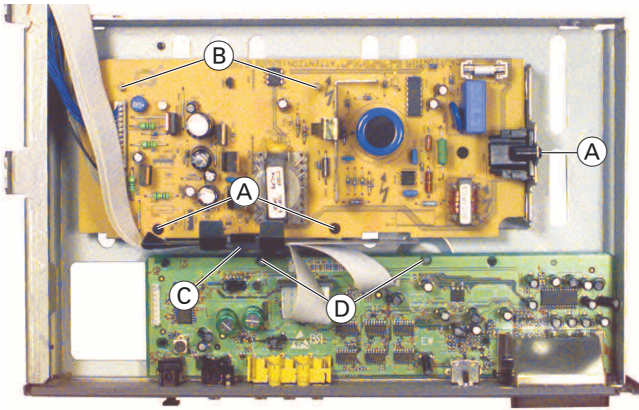

Fig. 1
- 3 Schrauben Ⓐ (Fig. 1) herausdrehen.
- 2 Rastnasen Ⓑ (Fig. 1) lösen und Netzteil herausnehmen.
- 2 Rastnasen Ⓓ (Fig. 1) lösen und A/V-MUX-Platte herausnehmen.
- Gegebenenfalls Flexprinthalter Ⓒ (Fig. 1) und Steckverbindungen lösen.
- Undo 3 screws Ⓐ (Fig. 1).
- Disengage the 2 locking lugs Ⓑ (Fig. 1) and remove the Power Supply.
- Disengage the 2 locking lugs Ⓓ (Fig. 1) and remove the A/V-MUX Board.